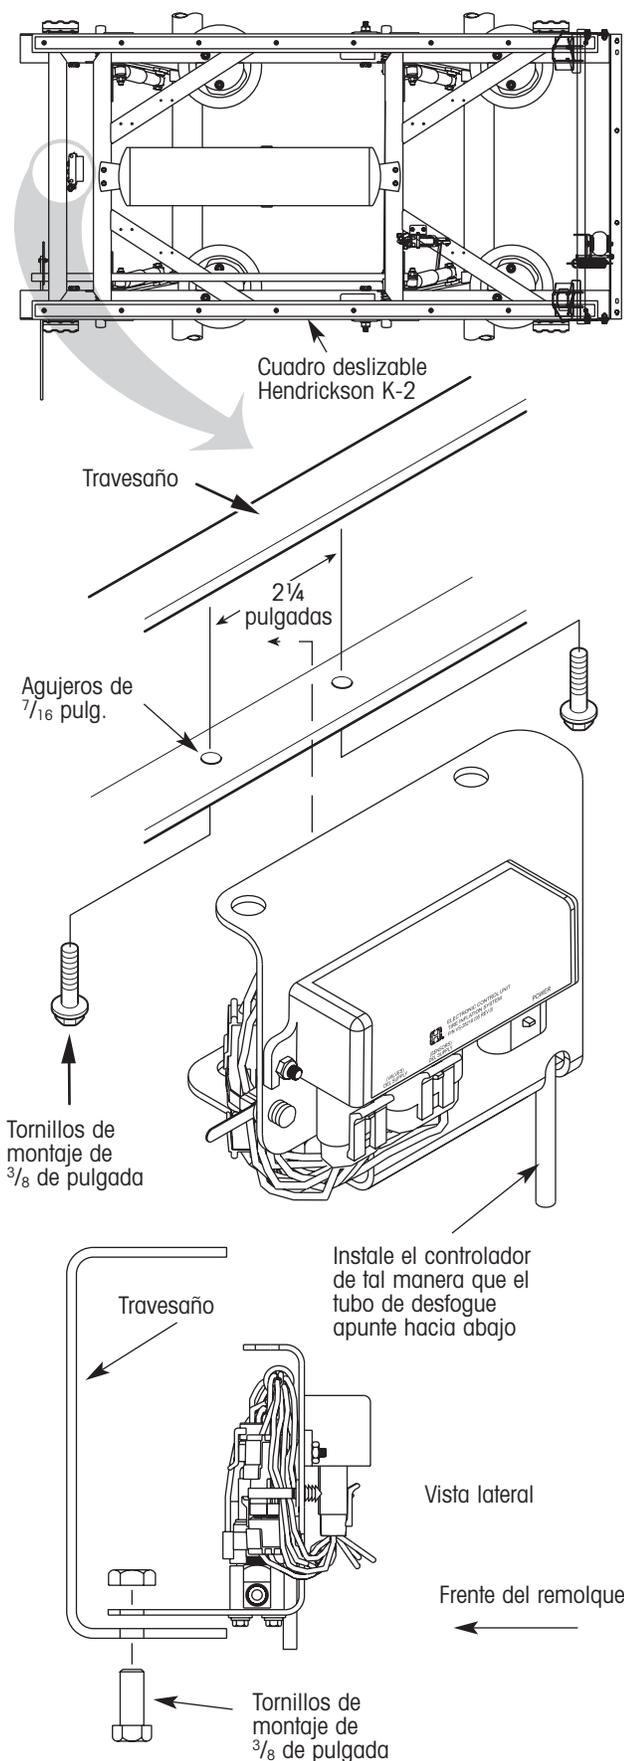

Figura 16. Instalación del ensamblaje del controlador
En las suspensiones deslizables Hendrickson K-2®, los agujeros de montaje para el ensamblaje del controlador están hechos en el travesaño delantero (figura 16). En otras suspensiones sin los agujeros de montaje, debe seleccionarse una ubicación y barrenarse los agujeros para montar el ensamblaje del controlador.
2. Barrene dos agujeros alejados 2 1/4 de pulgada para instalar el soporte de montaje. Sujete el ensamblaje del controlador con dos tornillos de 3/8 de pulgada (figura 16). Oriente el controlador de tal manera que este protegido dentro de los travesaños y el ECU apunte hacia atrás (figura 16).
⚠ PRECAUCIÓN: El ensamblaje del controlador debe de ser montado verticalmente con el tubo de desfogue del solenoide apuntando hacia abajo (figura 16). Esto orienta adecuadamente el puerto de desfogue para prevenir daños.